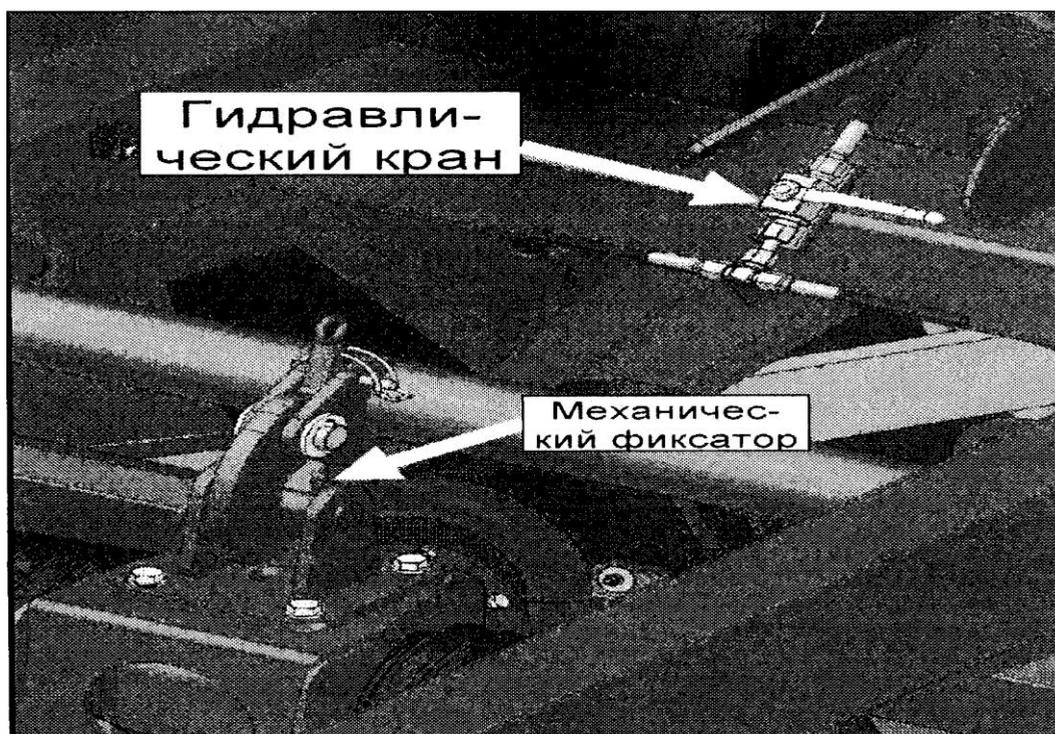

Рис. 19 Положение механического фиксатора и запорного гидравлического крана в транспортном положении
4. Закрыть механический фиксатор и закрепить при помощи шплинта-проволоки, также закрыть запорный гидравлический кран (Рис. 19)